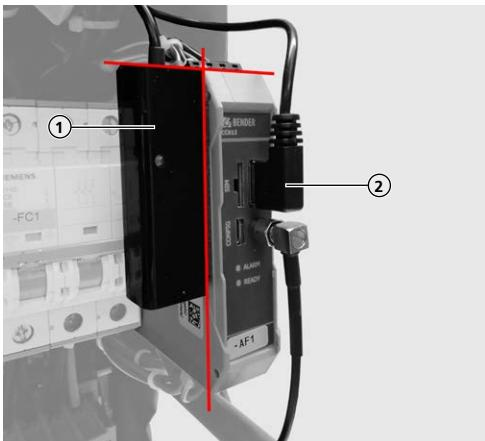

Fig. 4: Feste USB-Ethernet-adAPTEREN i plan på ECU-en
- ▶ Fest USB-Ethernet-adAPTEREN (1) i plan på ECU-en (se Fig. 4).
- ▶ Sett USB-pluggen (2) på USB-Ethernet-adAPTEREN inn i ECU-en.